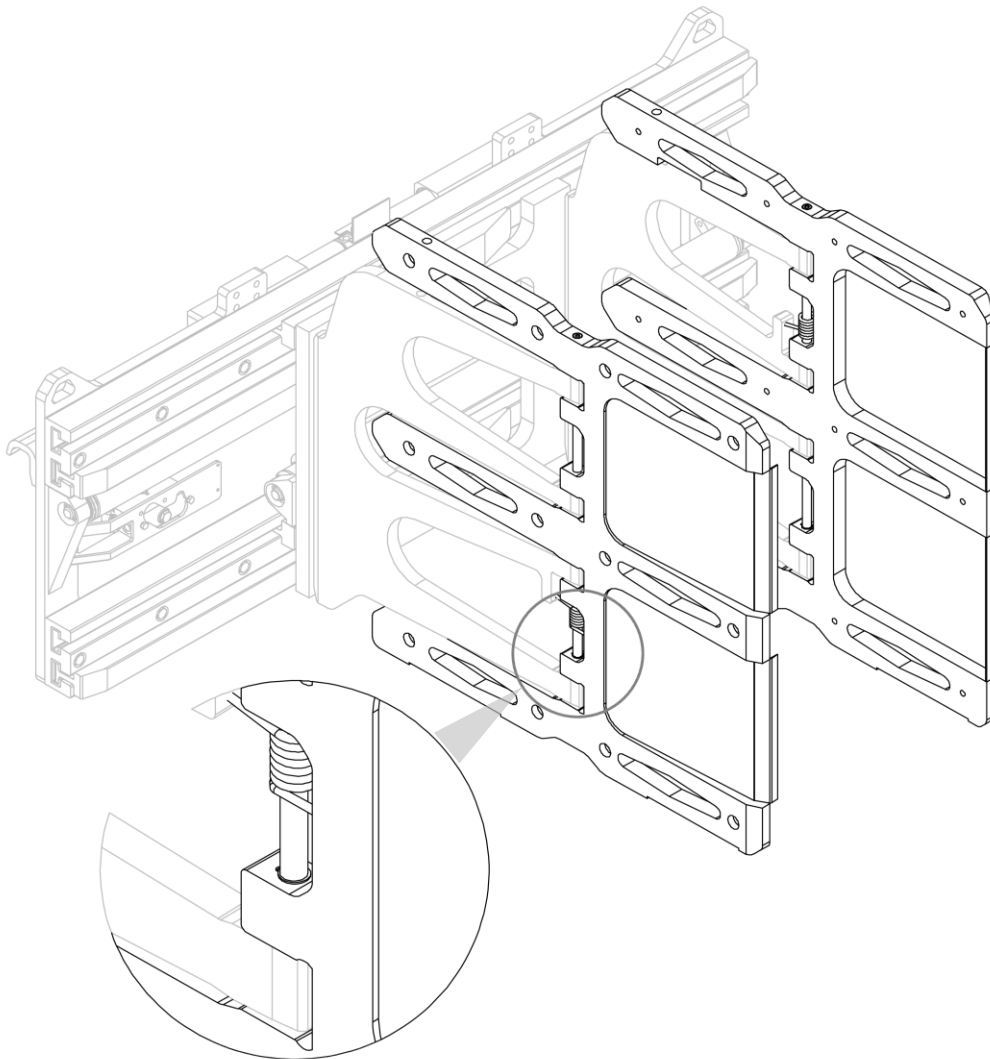
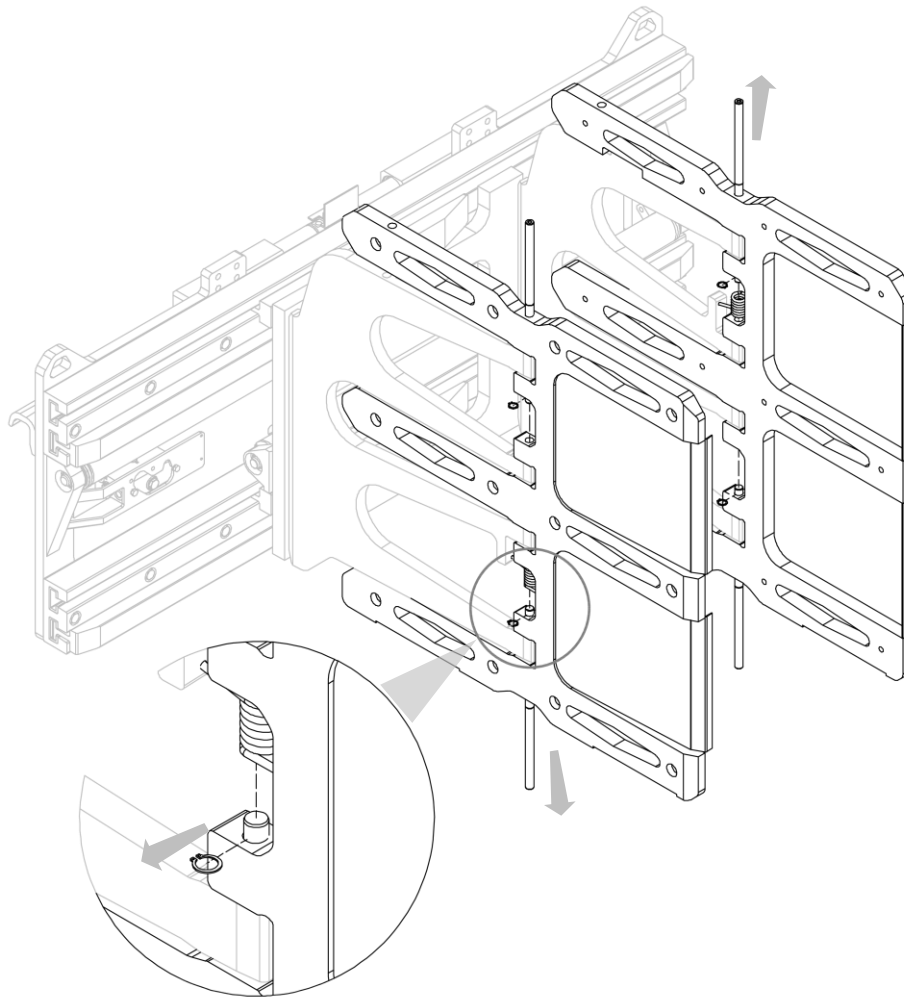

Figure 82
Figure 83
4. Se référer à la *Figure 82* et à la *Figure 83*.